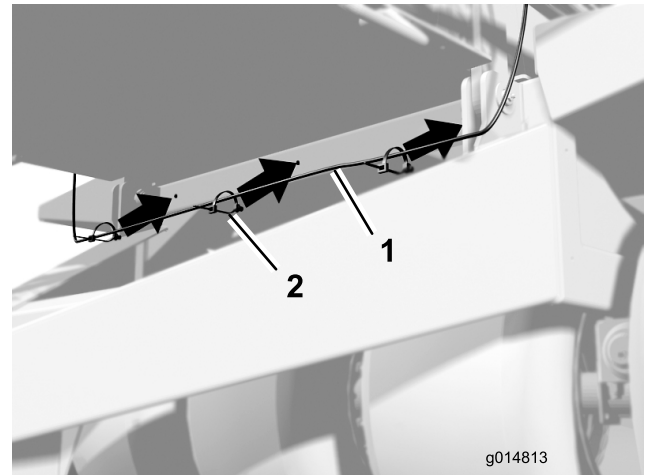

Figura 7
11. Utilice los 3 taladros de la parte delantera de la tolva para sujetar el arnés de cables con clips (Figura 7).